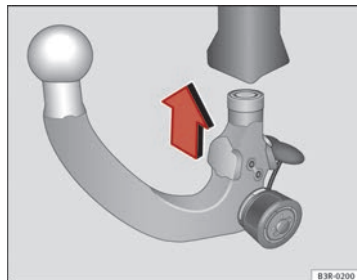

Abb. 167 Abnehmbare Anhängervorrichtung: Kugelstange einsetzen
- Führen Sie die vorgespannte Kugelstange in den Aufnahmebohrer ein und drücken Sie sie in Pfeilrichtung ⇒ Abb. 167 nach oben ⇒ ⚠. Der Verriegelungsvorgang erfolgt automatisch. Dabei muss ein deutliches Einrastgeräusch hörbar sein.